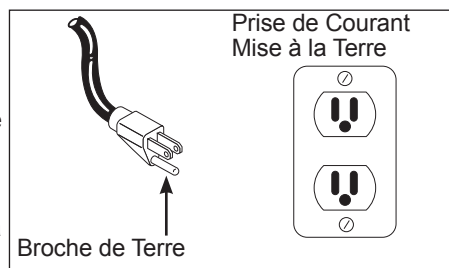

Figure 3 - Méthode de Mise à la Terre
3. Ce produit est conçu pour l'utilisation d'un circuit de 120 volts et a une fiche de mise à la terre comme celle indiquée sur la Figure 3.